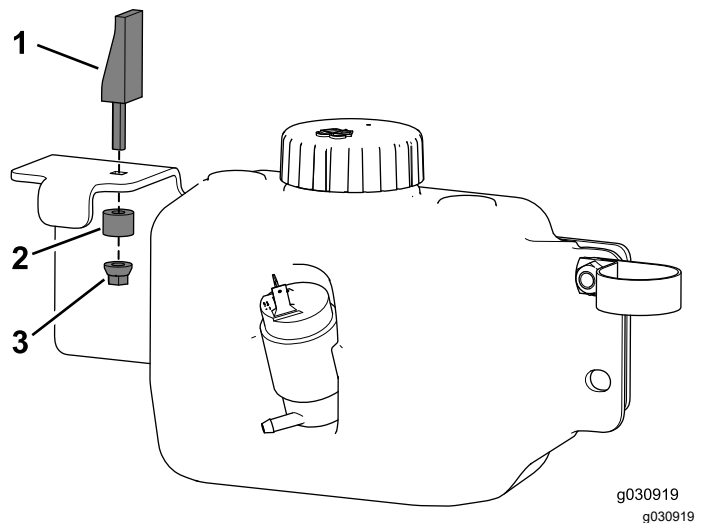

Figure 45
4. Posez le loquet à expansion sur le support du réservoir (Figure 45).